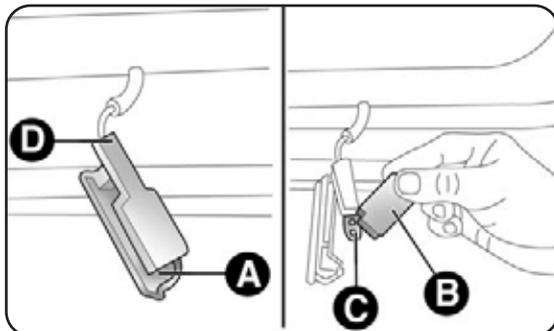

fig. 38
- abrir a porta e extrair o plafonier empurrando com uma chave de parafusos na mola A-fig. 38;